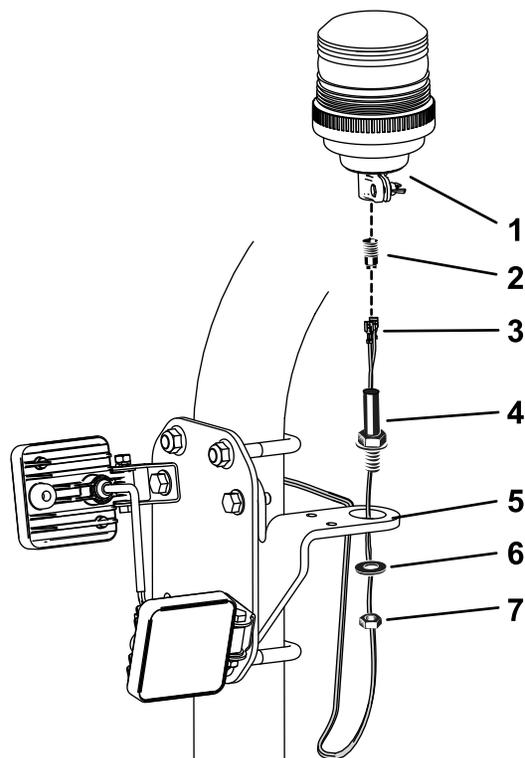

Figura 12
Nota: Il connettore della luce di segnalazione può essere sfilato dall'attacco della luce di segnalazione per il collegamento (Figura 12).
2. Forcella della luce di segnalazione (2)
5. Montate la luce di segnalazione sulla staffa, come illustrato nella Figura 12.